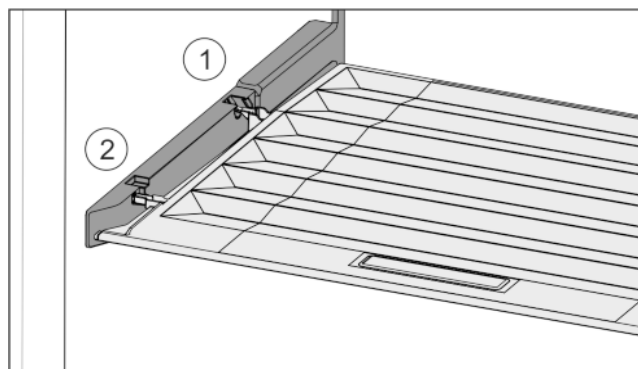

Fig. 32
- ▶ Anbring dækslets tappe over åbningen i den bageste holder Fig. 32 (1), og lad dem gå i indgreb i forreste holder Fig. 32 (2).